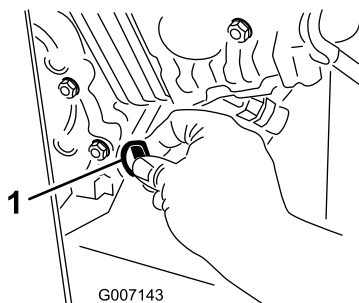

Figure 54
6. Sortez la jauge (Figure 54) et versez de l'huile avec précaution dans l'orifice de remplissage jusqu'à ce qu'elle déborde.